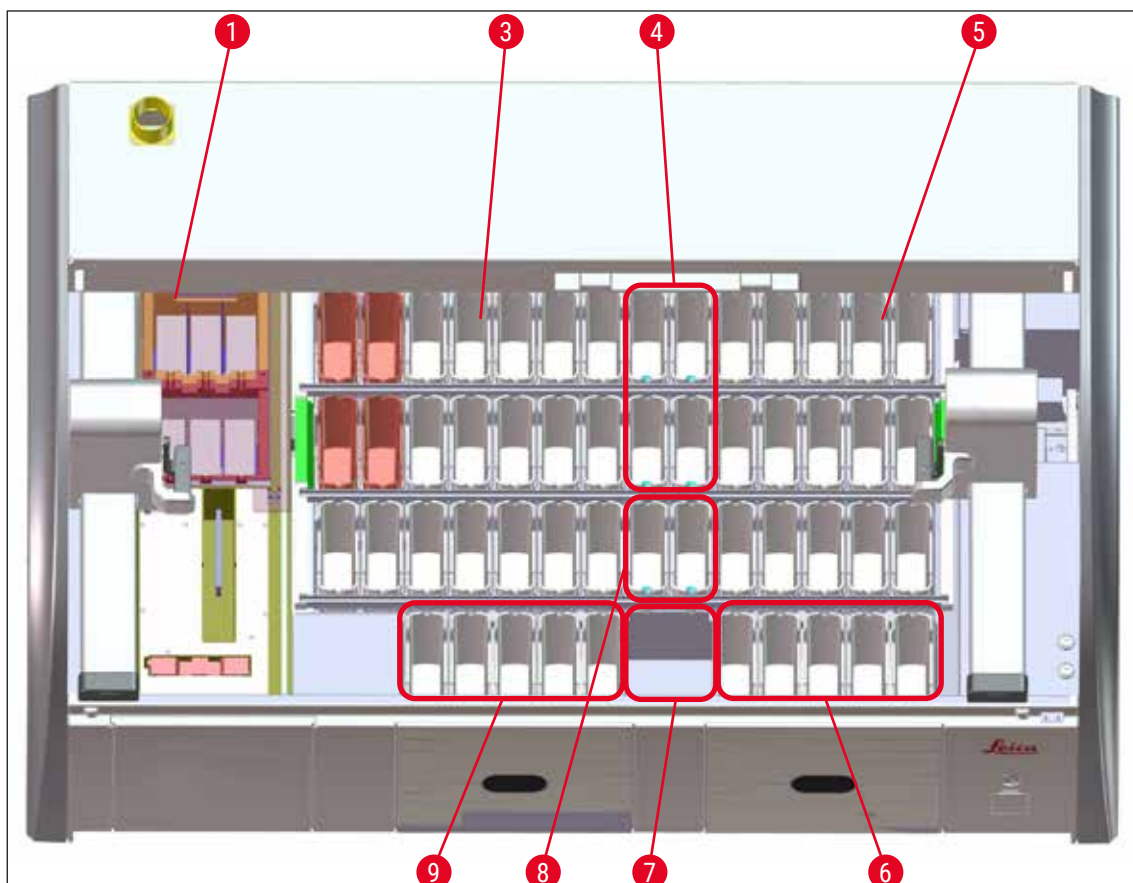

Bild 65
- Duplicerade stationer måste befinna sig på samma sida i kyvettfältet (→ "Bild 40") (→ "Bild 65"), annars kan inte anpassningen av reagensuppställningen sparas.
- (→ "Bild 65") visar en översikt över de olika stationerna i kyvettfältet.